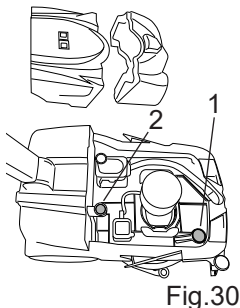

Fig.30
- Verwijder het filter en was het met water (Fig.30-Ref.1).
- Verwijder het filter en was het met water (Fig.30-Ref.2).